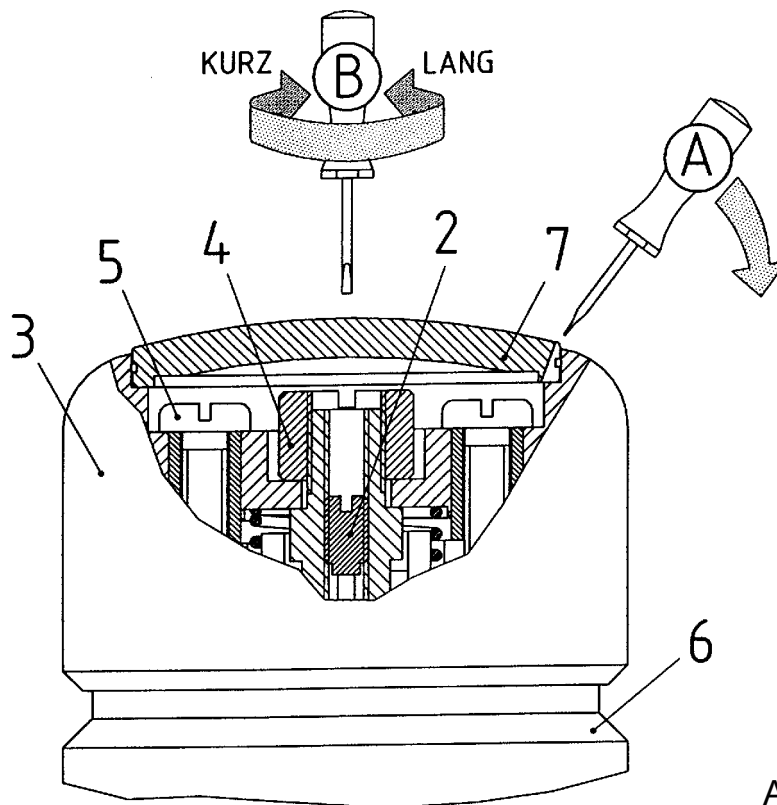

Abb. 2
Bei Fließzeitstörungen kontrollieren, ob die Mutter (4) angezogen ist (siehe Abb. 2).